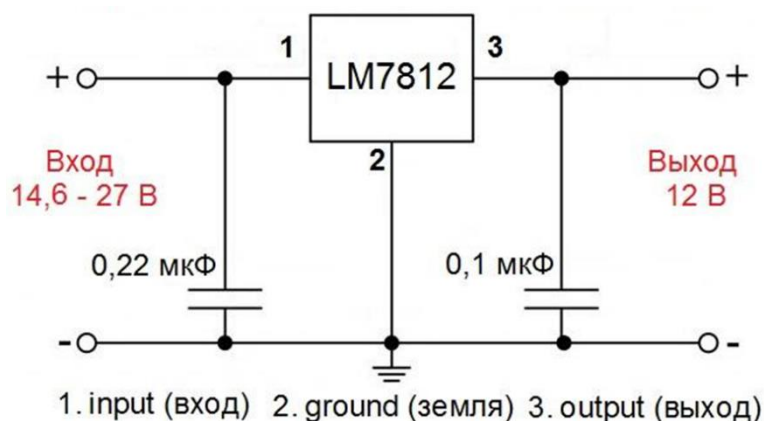

Рис.1. Типовое включение микросхемы LM7812.
- Типовое включение микросхемы LM7812 в режиме стабилизации напряжения представлено на рис. 1 :